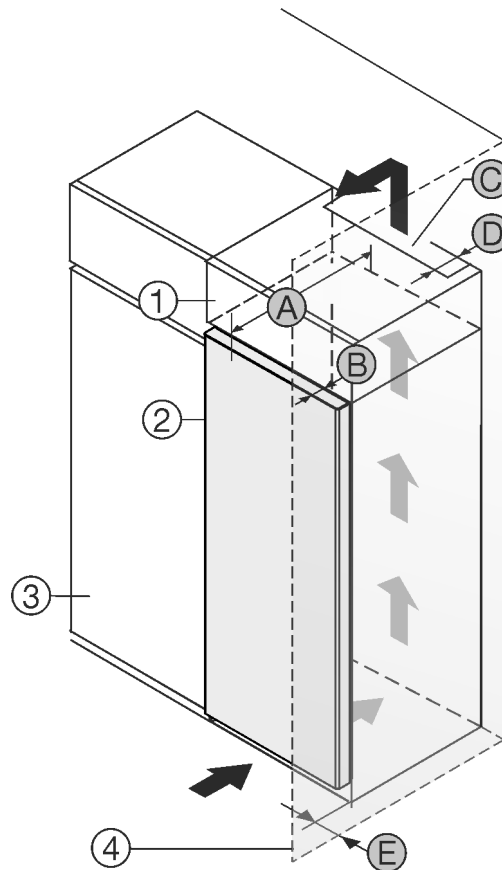

Fig. 1
- (1) Aufsatzschrank
- (2) Gerät
- (3) Küchenschrank
- (4) Wand
- (A) Gerätetiefe
- (B) Türtiefe
- (C) Belüftungsquerschnitt
- (D) Abstand Geräterückseite
- (E) Abstand zur Geräteseite
Sie können das Gerät direkt neben dem Küchenschrank Fig. 1 (3) aufstellen.
An der Rückseite des Aufsatzschrankes muss ein Abluftschacht mit der Tiefe Fig. 1 (D) über die gesamte Aufsatzschrankbreite vorhanden sein.
Unter der Raumdecke muss der Entlüftungsquerschnitt Fig. 1 (C) eingehalten werden.
Wenn Sie das Gerät mit den Scharnieren neben einer Wand Fig. 1 (4) aufstellen, dann muss der Abstand zwischen Gerät und Wand mindestens 13 mm betragen.
Wenn Sie das Gerät mit den Scharnieren neben einer Wand Fig. 1 (4) aufstellen, dann muss der Abstand zwischen Gerät und Wand mindestens 20 mm betragen.
Damit Sie die Tür vollständig öffnen können, muss das Gerät um die Türtiefe *Fig. 1 (B)* gegenüber der Küchenschrankfront vorstehen. Abhängig von der Tiefe der Küchenschränke *Fig. 1 (3)* und Verwendung von Wandabstandshaltern kann das Gerät weiter herausragen.